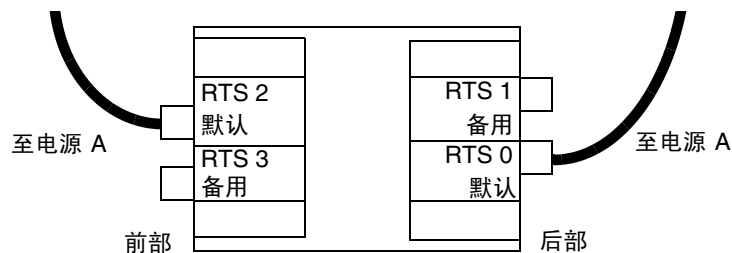

图 2-7 一个交流电源
- 在具有一个交流电源的配置中，需要连接两根电源线，一根连接至系统前部（左侧），另一根连接至系统后部（右侧）（图 2-7）。如果备用 RTS 装置连接的电源插座所用的电源与默认 RTS 装置所用的电源相同，则会影响可靠性。